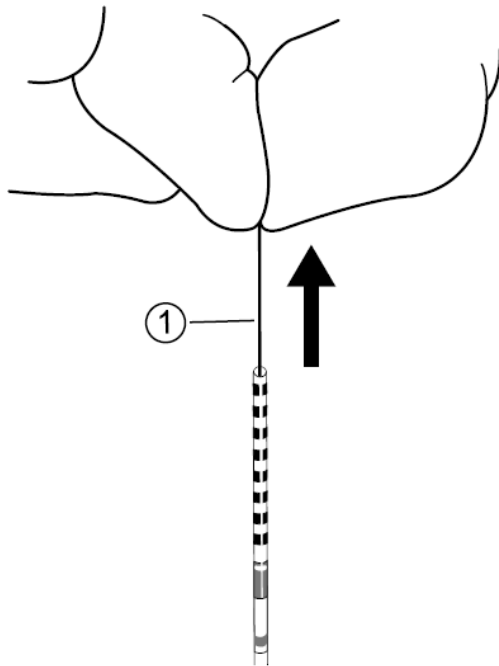

Figura 13. Extracción del fiador.
① Sujete el fiador
7. Retire el fiador del electrodo (Figura 13).